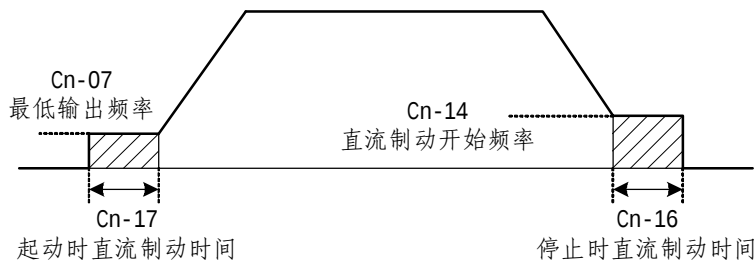

图 4-12 直流制动功能
(6) 电机线间电阻 (Cn-12)
(7) 电机铁损 (Cn-13)
- (8) 直流制动开始频率 (Cn-14)
- (9) 直流制动电流 (Cn-15)
- (10) 停止时直流制动时间 (Cn-16)
- (11) 起动时直流制动时间 (Cn-17)
- 直流制动功能如下图 4-12 所示